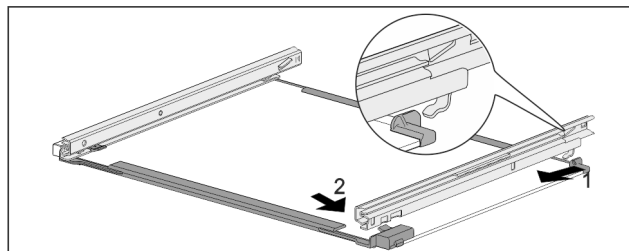

Fig. 254 Стеклянная пластина с направляющими
- ▶ Зацепите направляющую сзади. Fig. 254 (1)
- ▶ Защелкните направляющую спереди. Fig. 254 (2)